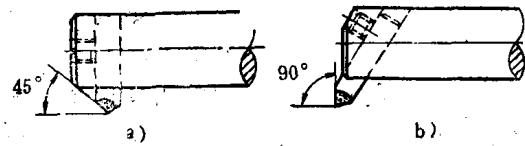

图1-1 单刃镗刀
1) 单刃镗刀 分为加工通孔的单刃镗刀和加工不通孔的单刃镗刀，见图1-1。镗削内孔，一般是将单刃镗刀的刀头固定在镗刀杆上进行切削的。按刀具装夹形式，单刃镗刀还可分为直刀头切削（加工通孔和台阶孔）和斜刀头切削（除加工通孔、台阶孔外，还可加工不通孔和平面）两种，见图1-2。